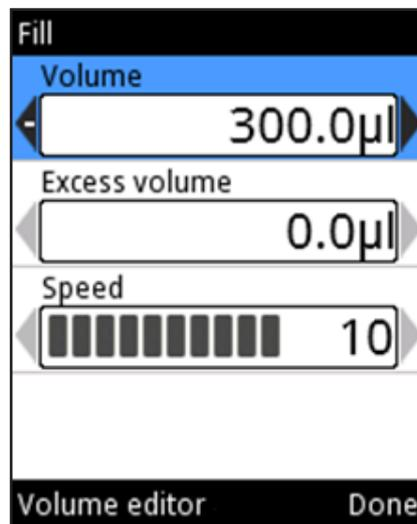

Abb. D10.
2. Wählen Sie den ersten Schritt Ihrer Sequenz mit  /  und drücken Sie  (**Select**). Das Editorfenster für den ausgewählten Schritt wird angezeigt (Abb. D10).